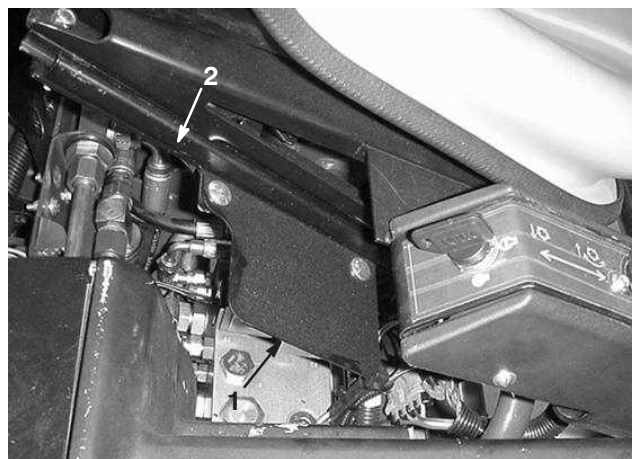

Figura 7
7. Monte el protector de la válvula en el lado derecho de la base del asiento con 2 pernos de cuello cuadrado (5/16 x 5/8 pulgadas) y tuercas. Coloque el protector según muestra la Figura 7.